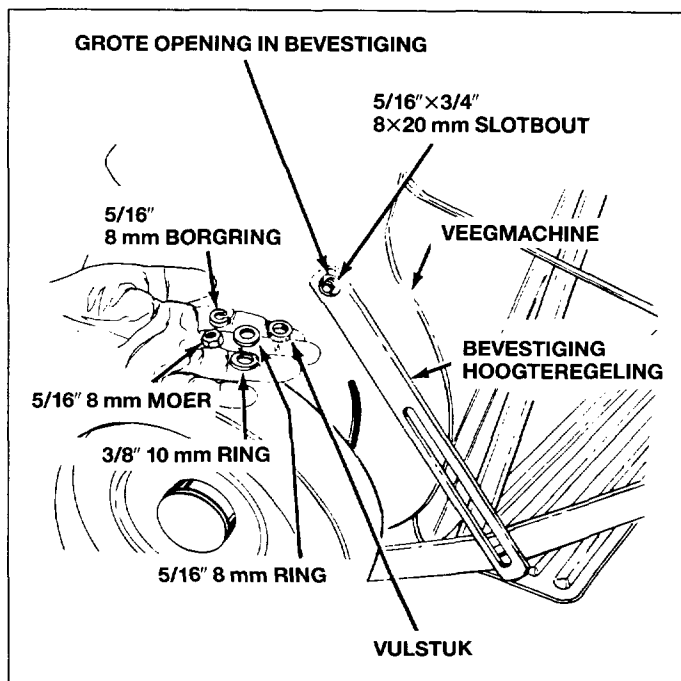

Fig. 9
9. Monteer de bevestiging van de hoogteregeling (het uiteinde met de opening) op de veegmachine. Zie fig. 9. Breng de slotbout 8x20 mm aan in de vierkante opening aan de rechter zijde van de veegmachine. Plaats vervolgens de platte ring 10 mm naast de beschermkap. Vervolgens de vulring in de grote opening op de bevestiging en over het uiteinde van de slotbout monteren. Borgen met platte ring 8 mm, borgring 8 mm en moer 8 mm. Zie fig. 9.